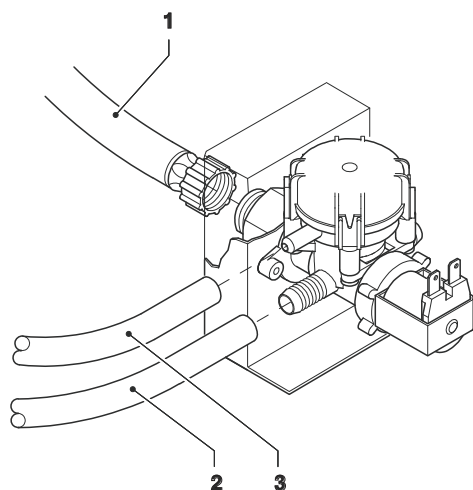

Рис. 17
Для соединения водопроводной сети со штуцером электромагнитного клапана подачи воды (3/4" газ.) (см. Рис. 17) используйте шланг с минимальным внутренним диаметром 6 мм (также доступен в качестве аксессуара), который выдерживает давление водопроводной сети и тип которого подходит для пищевых продуктов.
Электромагнитный клапан подачи воды (см. Рис. 17) оборудован предохранительным устройством против затопления, позволяющим механически заблокировать подачу воды вслед за отказом электромагнитного клапана или системы контроля уровня воды в бойлере.
- ослабьте соединение, фиксирующее впускной шланг электромагнитного клапана для снижения давления оставшейся воды и снова его затяните (см. Рис. 17);